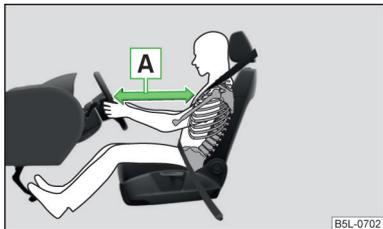

Fig. 10
- Es importante que el conductor y el acompañante mantengan una distancia mínima de 25 cm con respecto al volante o al tablero de instrumentos » fig. 10 A. Si no respeta esta distancia, el sistema de airbag no podrá protegerle. ¡Peligro de muerte! Los asientos delanteros siempre deben estar correctamente ajustados a la estatura del ocupante.